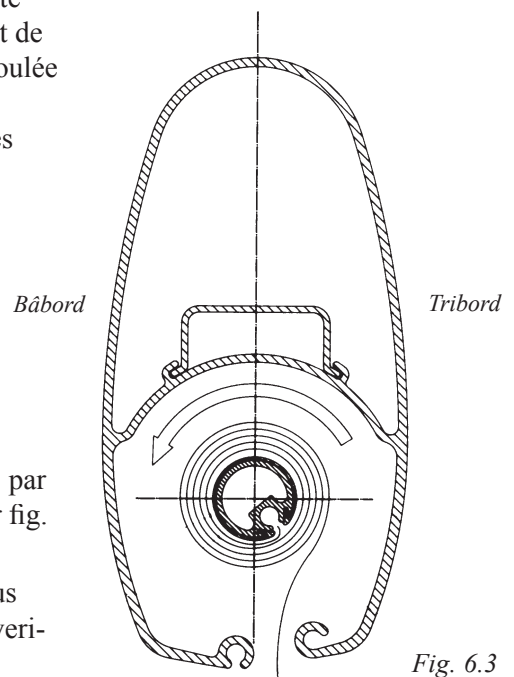

Fig. 6.3
8. Enroulez la voile dans le mât jusqu'à ce que seul le point d'écoute dépasse. Le profil est asymétrique, ce qui facilite l'enroulement de la voile dans une direction. La voile doit donc toujours être enroulée dans le sens contraire des aiguilles d'une montre (voir fig. 6.3). Ceci se fait en tournant le "line tender" dans le sens des aiguilles d'une montre
- Vérifiez que la voile est correctement enroulée autour du profil: par exemple dans le sens contraire des aiguilles d'une montre. (Voir fig. 6.3).